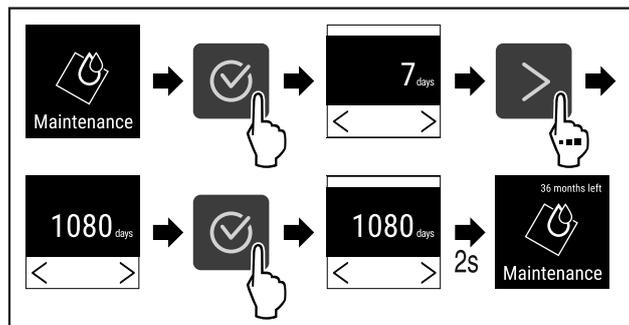

Fig. 79
- ▶ Выполните шаги действия (см. Fig. 79) .